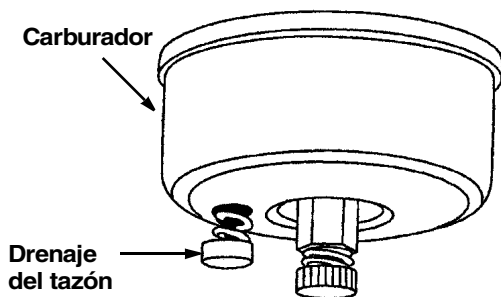

Figura 38
- Drene el carburador presionando hacia arriba sobre el drenaje del tazón, ubicado debajo de la cubierta del carburador. Vea la Figura 38.